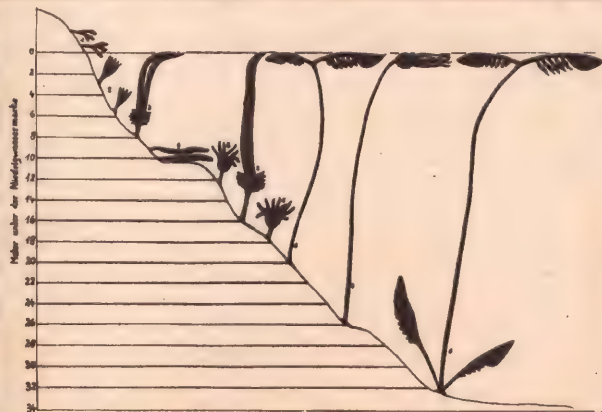

Abb. 1 Vergleich der Meerestiefen, in denen sieben der wichtigsten Meeresalgen wachsen:
\*) Unter einer Evolvente (Abwälzlinie), im besonderen einer Kreisevolvente, versteht man eine Kurve, die durch Abwicklung eines an einem Faden hängenden Punktes von einem stationären Kreis beschrieben wird (Abb. 1).
Abb. 1 Bei diesem älteren, kleinen Rakentriebwerk für den Einbau in Jagdflugzeuge sieht man noch deutlich den sehr sperrigen Aufwand an Triebwerkszubehör (Pumpen, Leitungen usw.).
Stark vereinfacht ausgedrückt, läßt sich der Hauptnachteil chemischer Rakentriebwerke etwa wie folgt darstellen. Die bei der Verbrennung von Oxydator und Brennstoff erzielbaren Ausströmgeschwindigkeiten sind einerseits grundsätzlich nach oben hin begrenzt und andererseits nicht hoch genug, um mit erträglichem Massenverbrauch an Treibstoff auszukommen. Der erzielbare Schub eines Triebwerkes ergibt sich nämlich als Produkt aus Ausströmgeschwindigkeit und „Durchsatz“ (Treibstoffverbrauch pro Sekunde). Mit anderen Worten, um sehr große Schubkräfte zu erzielen, müssen pro Sekunde gewaltige Mengen Treibstoff in der Brennkammer des Triebwerkes umgesetzt werden. Damit ist dann natürlich auch die Forderung nach großen Treibstoffvorräten in der Rakete gegeben, und zum anderen können die Triebwerke (Abb. 1) und ihr Zubehör (Treibstoffpumpen, Leitungen usw.) nicht
**D**ie scharfen Messer einer Mähmaschine hinterlassen gleichmäßige Schwaden eines eigenartigen Grases. Es ist eine Heumahd besonderer Art. An der Küste des Weißen Meeres arbeitet eine Fabrik zur Unterwassermahd, die mit Mähmaschinen, Rechen, Raffern und Schobersetzern für die „Heuwerbung“ auf dem Meeresgrund eingesetzt ist. Sie wurde von sowjetischen Wissenschaftlern, den Mitarbeitern des „Instituts für polaren Ackerbau und für Vieh- und Pelztierzucht“ konstruiert. Das „Heu“ besteht aus Algen, die in verschiedenen Meerestiefen wachsen (Abb. 1).